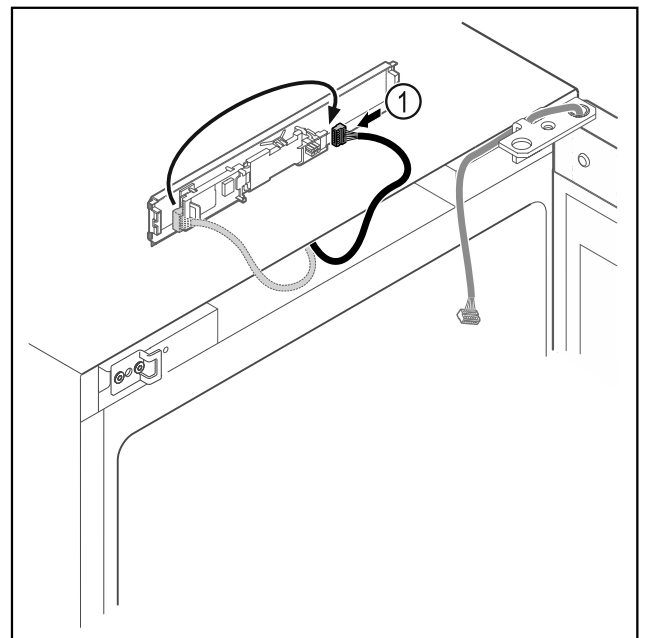

Fig. 11
- ▶ Schimbați poziția de introducere a fișei Fig. 11 (1) la placa electronică.